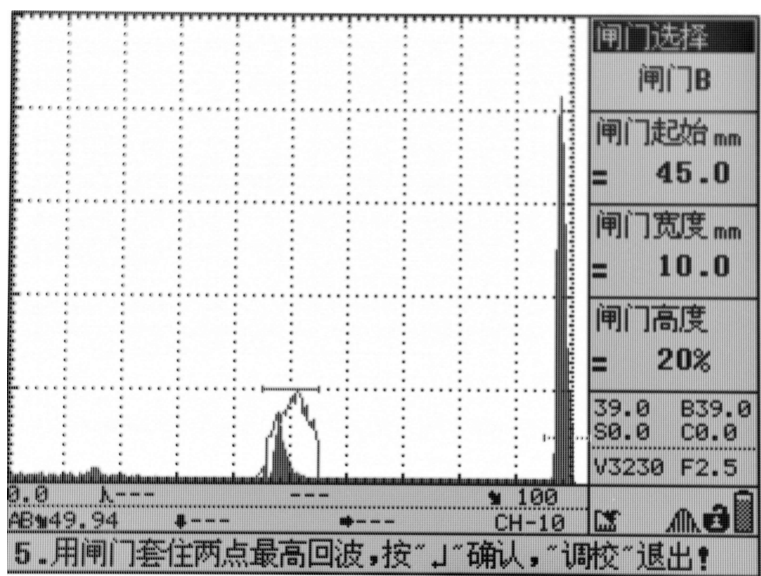
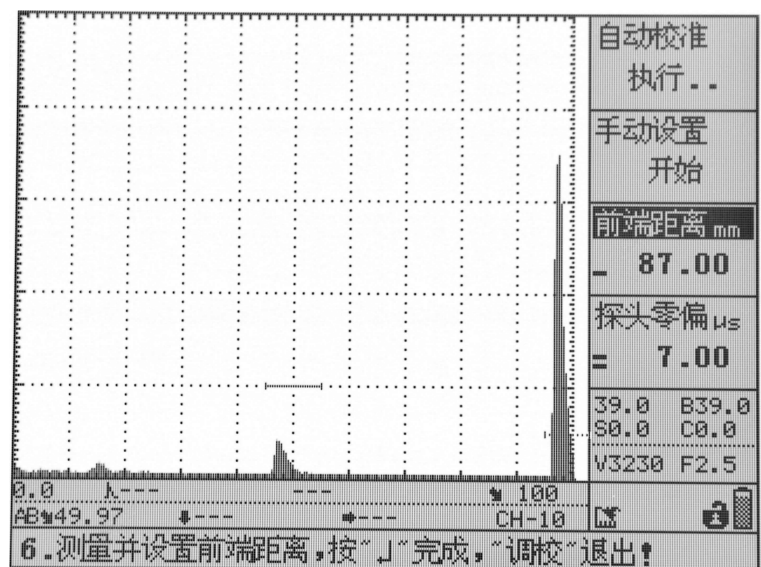

图 3.6
图 3.7
(4) 设置大概的“材料声速”值、“探头零偏”值，设置 “一点声程”=50mm，“二点声程”=100mm。设置完“二点声程”后，按“确认”键。
(5) 打开波峰记忆或回波包络功能，沿 R100 半径方向前后移动探头，使回波最高，保持探头不动；如图 3.6 所示，单击“确认”键，完成声速和零偏的校准。此时屏幕变为如图 3.7 所示，开始检测探头前沿。